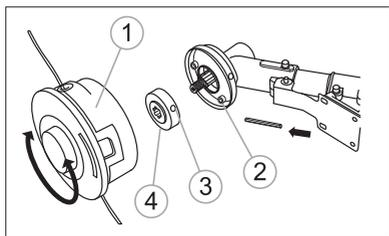

Рис. 6
2. Удерживая стержень в отверстиях 2 и 3 чашки редуктора и фланцевой шайбы 4, вращайте катушку с леской против часовой стрелки до упора (рис. 6).